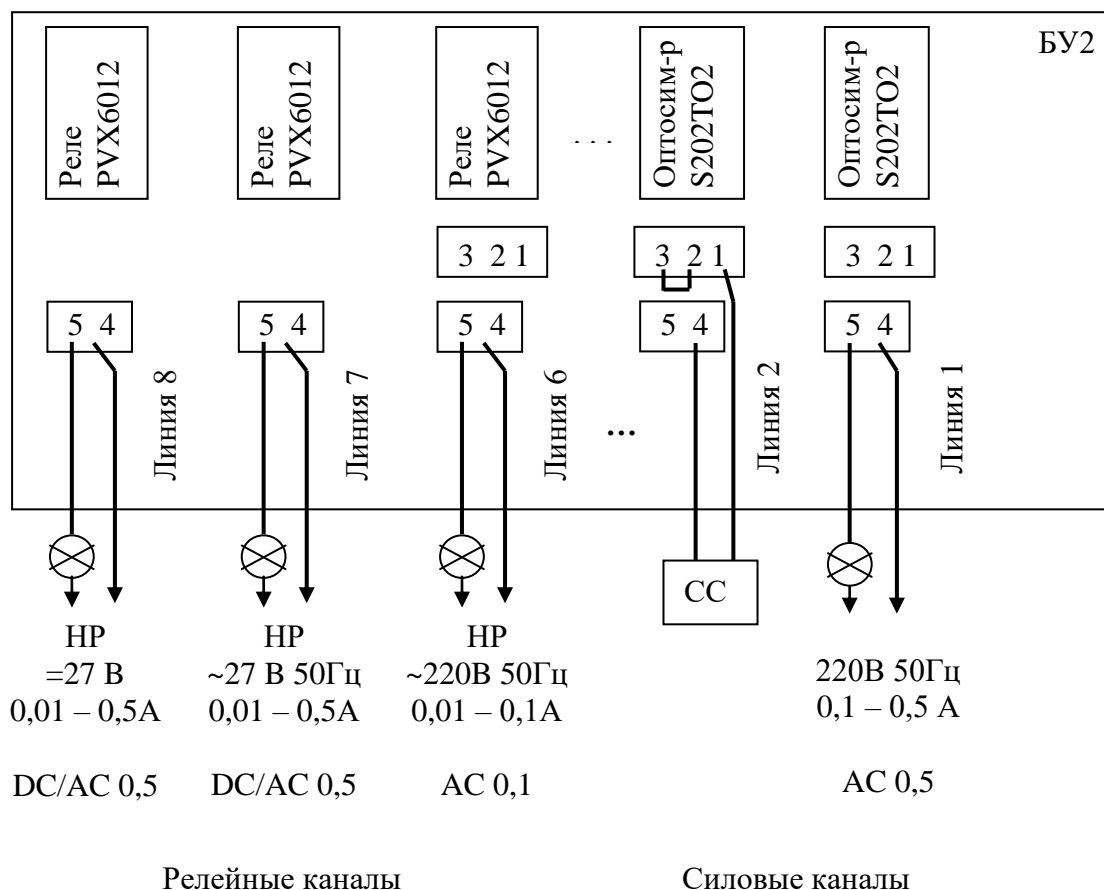

Рисунок 4.3 - Примеры подключения объектов управления
4.4.4 Подключение к БУ2 объектов управления (ОУ) осуществляется через клеммные соединители “Линия 1”...“Линия 8” (рисунок 4.3). В качестве примера показаны несколько вариантов подключения: